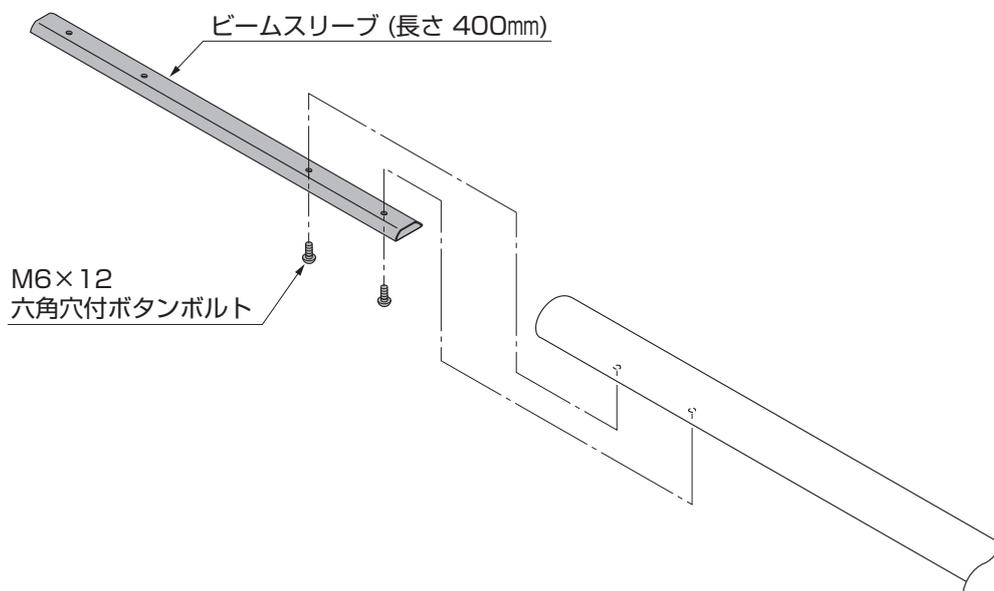

図7-2
- ① ビームスリーブ(長さ400mm)をビーム左に差込み、M6×12六角穴付ボタンボルトで取付けてください。(図7-2参照)